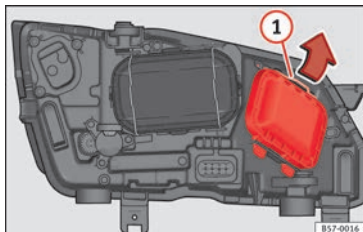

Fig. 104 Dans le compartiment moteur : retirer le cache.
2. Déplacez le tirant » **fig. 104** (1) dans le sens de la flèche puis retirez le cache.